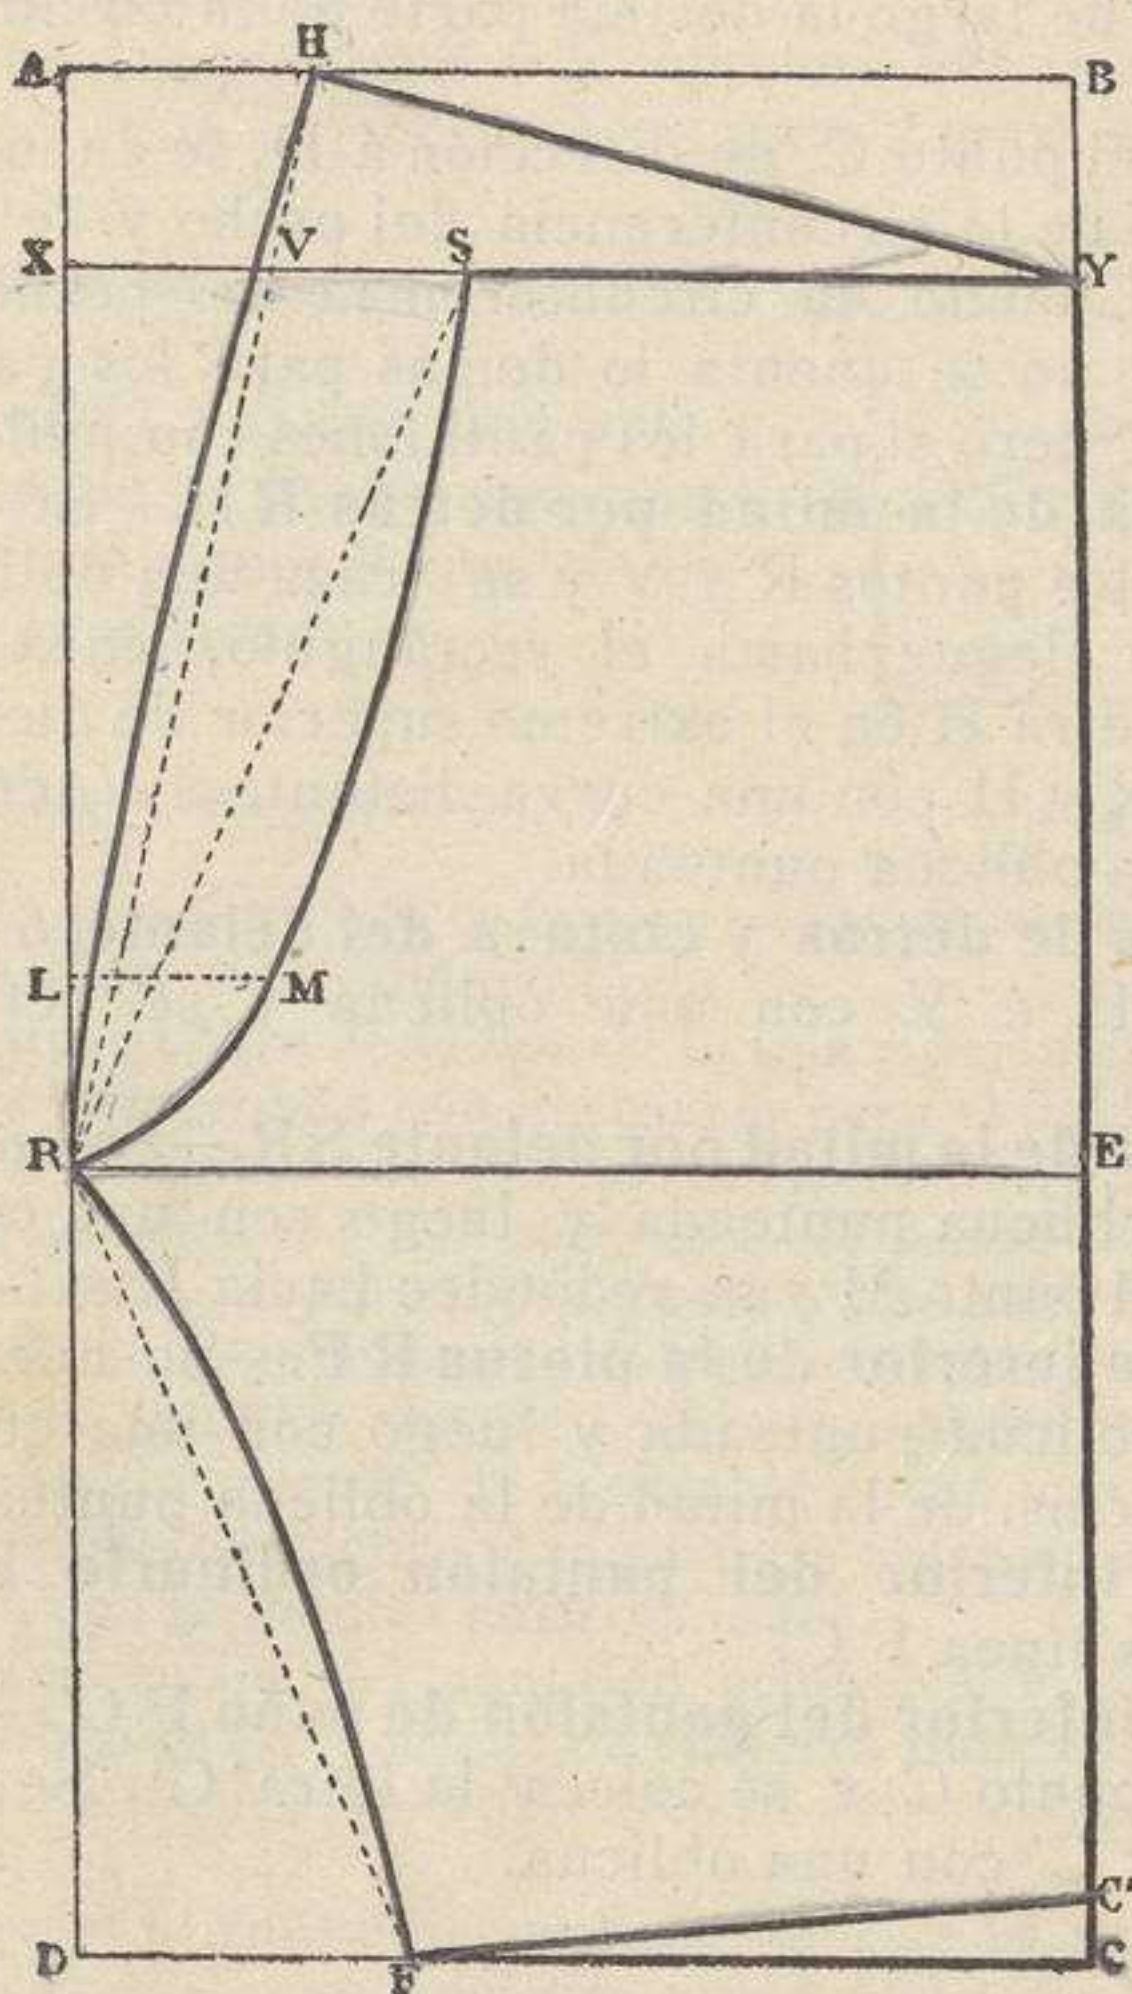

Fig. 98 ( $\frac{1}{40}$  del tamaño real).—Pantalón.
**Rectángulo ABCD.**—Se traza un rectángulo ABCD (fig. 98) que tenga de longitud el largo del costado más la décima parte de la circunferencia del pecho, y de ancho la media circunferencia del pecho.